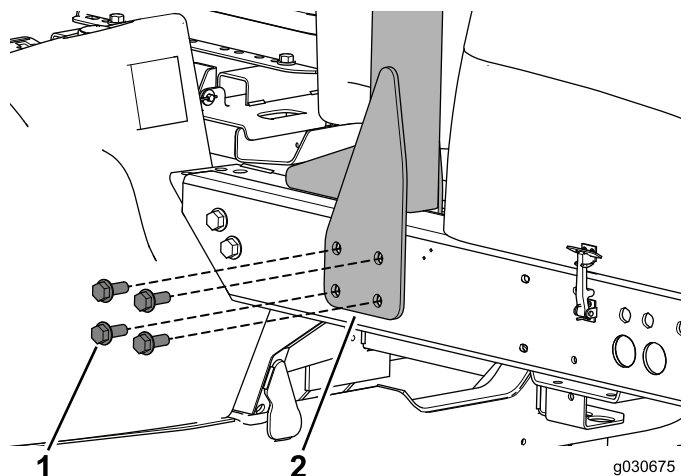

Bild 8
1. Entfernen Sie die Schrauben auf, mit denen der Überrollbügel an der linken Seite der Maschine befestigt ist (Bild 8).